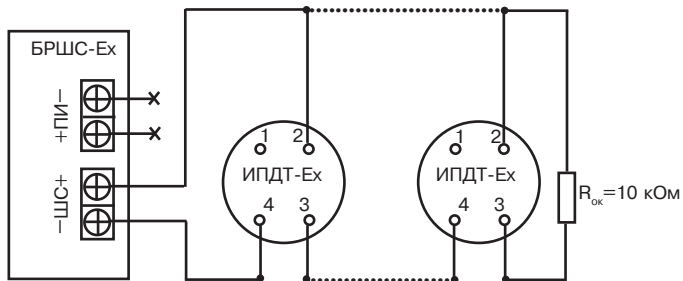

Рисунок 1 – Рекомендуемая схема подключения ИПДТ-Ех к БРШС-Ех (в один шлейф БРШС-Ех рекомендуется включать не более 10 ИПДТ-Ех)
5.2.3 Произведите монтаж подводящих проводов к клеммам контактов основания согласно схеме подключения (рисунок 1). Максимальная площадь поперечного сечения проводников – 0,75 мм².